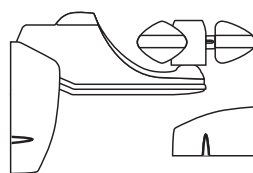
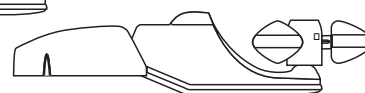

Fig. 1
Fig. 2
- Monteer de 'draadloze' windbeveiliging Eolis Sensor RTS in de buurt van de zonwering, op dezelfde gevel, op een plaats waar de meeste wind te verwachten is. Er zijn twee basismogelijkheden voor montage; de muurmontage (zie fig. 1) en de dakmontage (zie fig. 2).